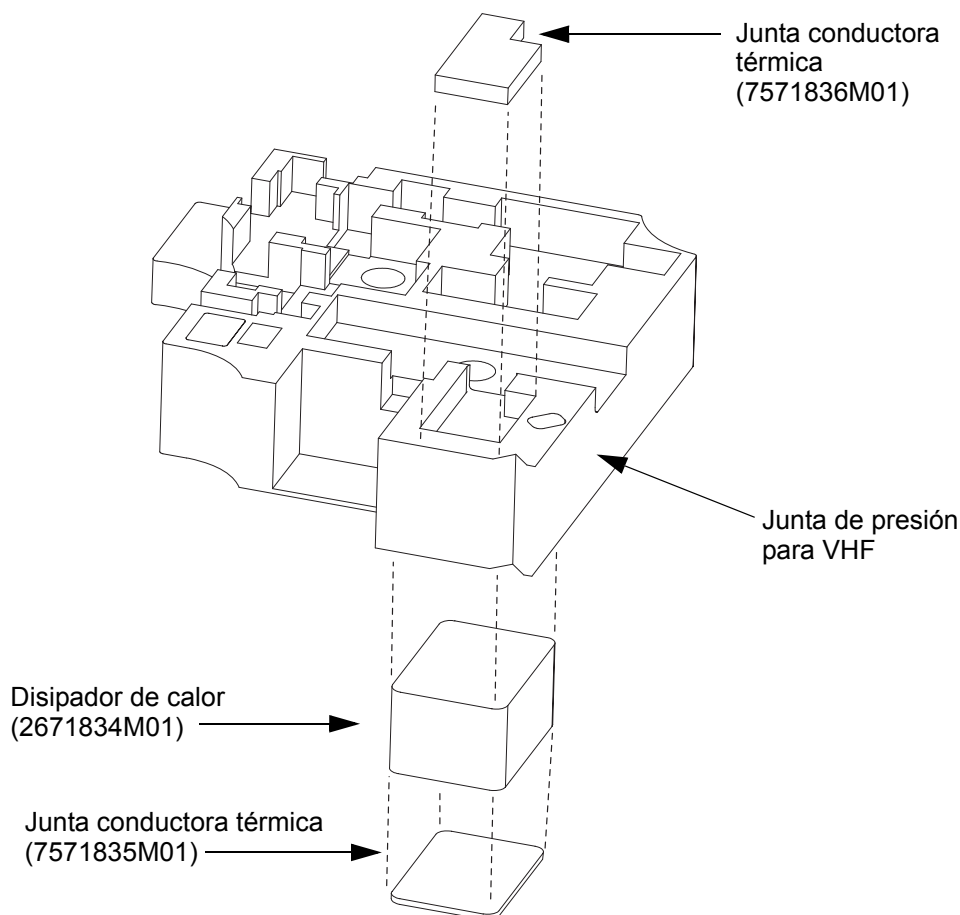
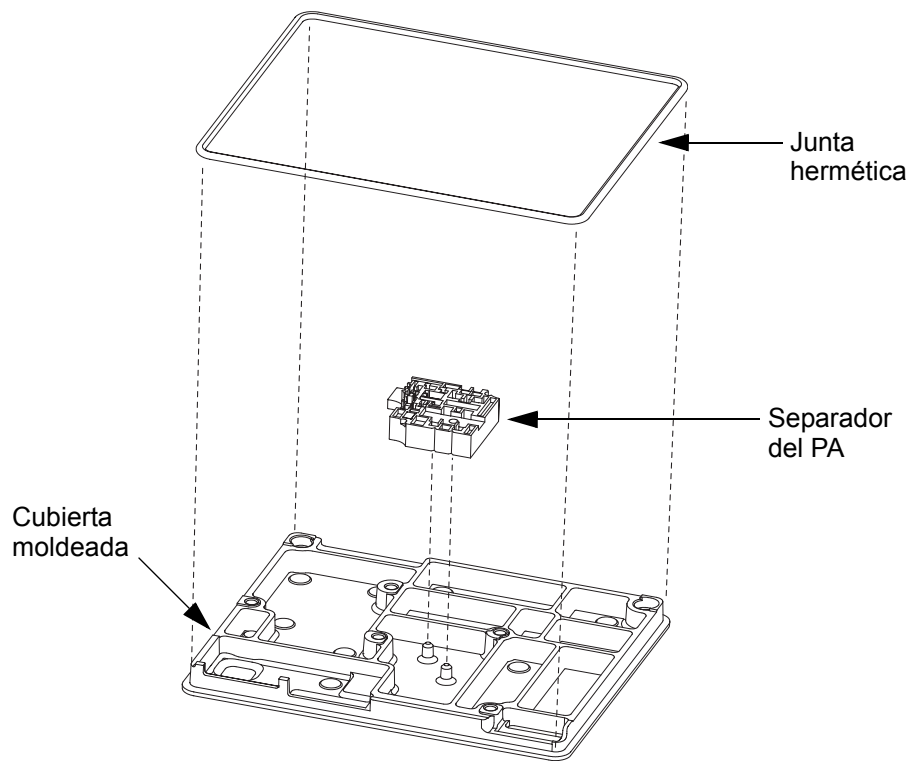
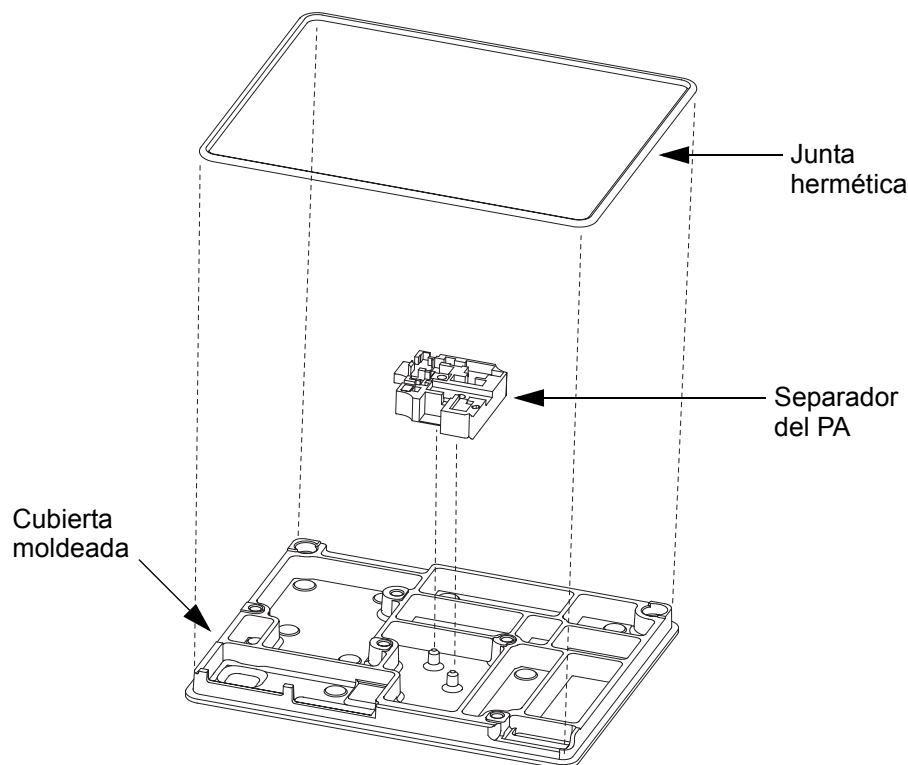

Figura 5-51 Montaje del sistema disipador de calor del PA de VHF
Figura 5-52 Montaje del separador del PA y la junta hermética (modelos de UHF)
Figura 5-53 Montaje del separador del PA y la junta hermética (modelos de VHF)
4. Coloque el separador del PA sobre la cubierta moldeada; para ello alinee los dos agujeros del separador del PA con los pines de alineación en la cubierta moldeada. Para modelos de UHF, consulte la Figura 5-52.
Para modelos de VHF solamente: El bloque disipador de calor y las juntas conductoras térmicas deben ser colocados sobre la junta de presión antes de montarlos a la cubierta moldeada. Consulte la Figura 5-51 y la Figura 5-53.
5. Embuta la junta hermética en la cubierta moldeada de manera que quede bien sujeta. Consulte la Figura 5-52 o la Figura 5-53.